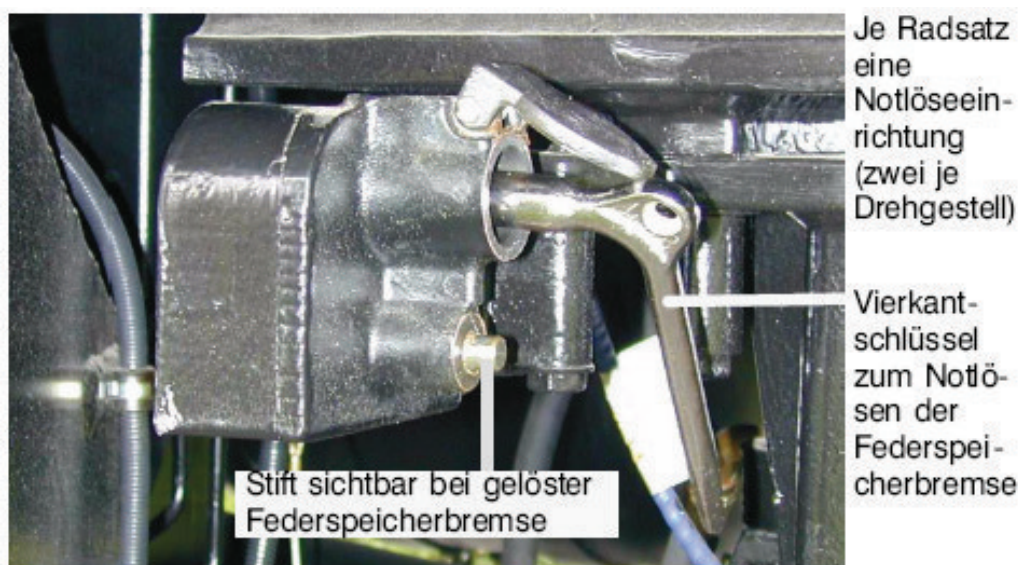

Bild 10-87 Federspeicherbremse Notlöseeinrichtung (gelöst)
Nach dem Absperren zeigt das Schauzeichen Federspeicherbremse den abgesperrten Zustand der Federspeicherbremse als schwarzes Kreuz auf weißem Grund an. (siehe Bild 10-87 auf Seite 244)
- Der Lösezustand jedes notgelösten Federspeicher-Bremszylinders ist anhand des herausragenden Stiftes sichtbar (siehe Bild 10-87 auf Seite 244)